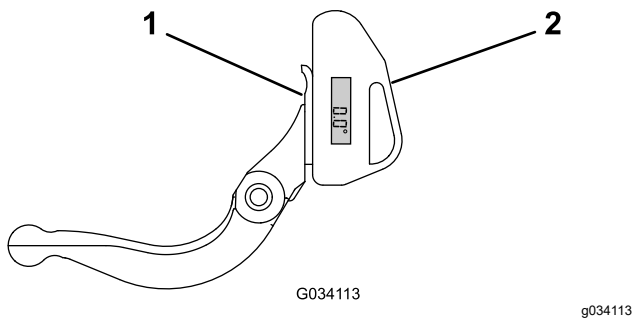

図 26
1. 図 26 に示すように、ベッドナイフの底部に傾斜計をセットする。